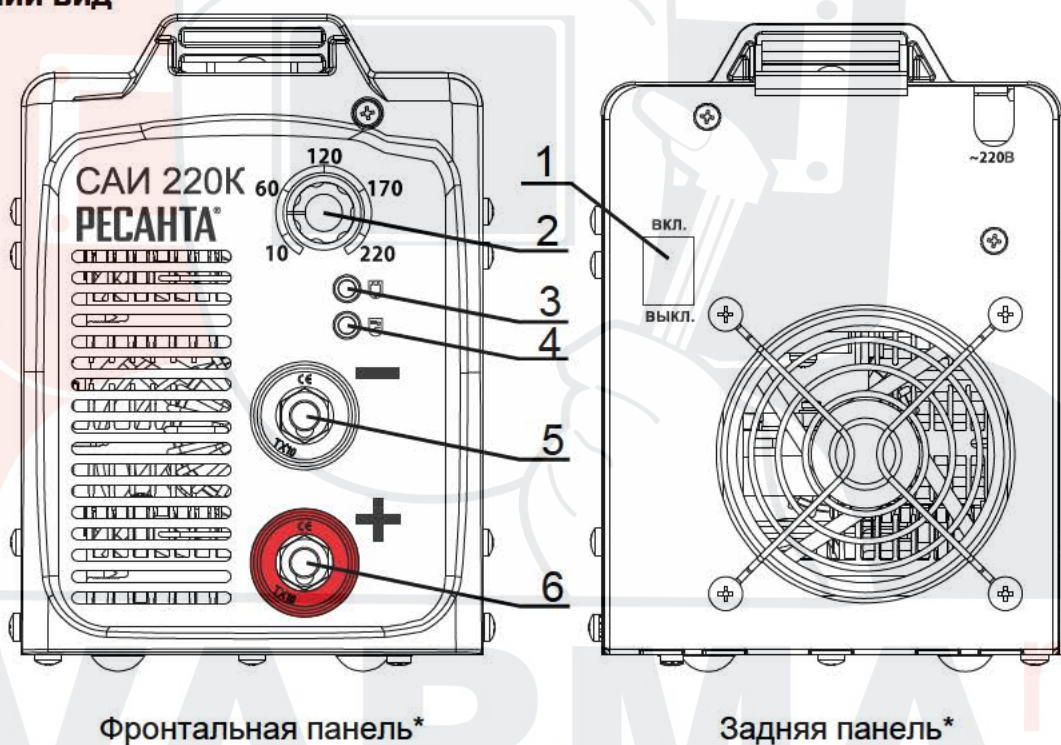

рис. 1
Изделие выполнено в металлическом корпусе. На передней панели имеется регулятор величины сварочного тока (рис.1 поз.2), индикатор "сеть" (рис.1 поз.3), индикатор "перегрев" (рис.1 поз.4), а также силовые разъемы подключения сварочных кабелей (рис.1 поз.5,6). Аппарат оснащен принудительной системой вентиляции, ввиду этого, категорически запрещается закрывать чем-либо вентиляционные отверстия в корпусе.
1. Присоединить к силовым клеммам (см. рис.1 поз. 5 и 6) аппарата кабель с электрододержателем и кабель заземления в зависимости от требуемой для данной марки электрода полярности.
2. Убедиться в том, что выключатель "Сеть" (рис.1 поз. 1) находится в положении "ВЫКЛ".
4. Убедиться в том, что регулятор (рис.1 поз. 2) находится в положении минимального сварочного тока.
5. Включить аппарат выключателем "Сеть" (рис.1 поз.1).
6. Поворотом регулятора величины сварочного тока (рис.1 поз. 2) установить требуемое значение, согласно нижеприведенной таблице.
7. После окончания производства сварочных работ установить регулятор (рис.1 поз. 2) в положение минимального сварочного тока.
8. Выключить аппарат выключателем "Сеть" (рис.1 поз.1).
1. Не горит индикатор "Сеть" (рис.1 поз.3)	1.Проверить подключение аппарата к сети 2.Проверить положение выключателя "Сеть"
3. Загорается индикатор "Перегрев" (рис.1 поз.4)	1.Превышение величины ПН 2.Повышенное скопление пыли в аппарате - обратиться в сервисный центр